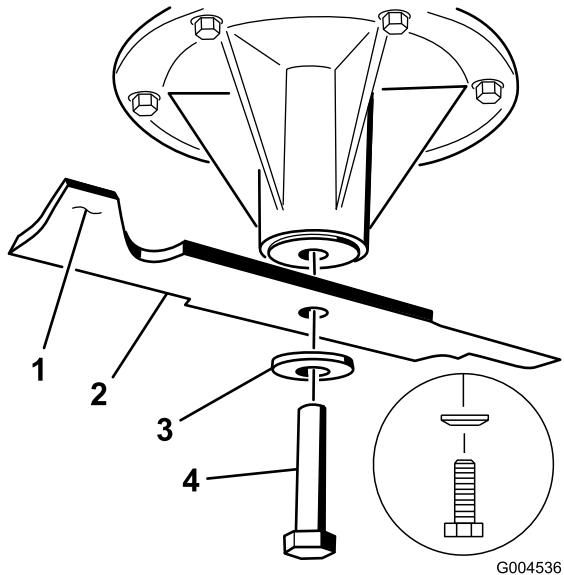

図 81
- スピンドルシャフトにブレードを取り付ける(図 81)。
- スプリングディスクとブレードボルトを取り付ける図 81。
注 スプリングディスクは、円錐部をボルトの頭に向けて取り付ける図 81。